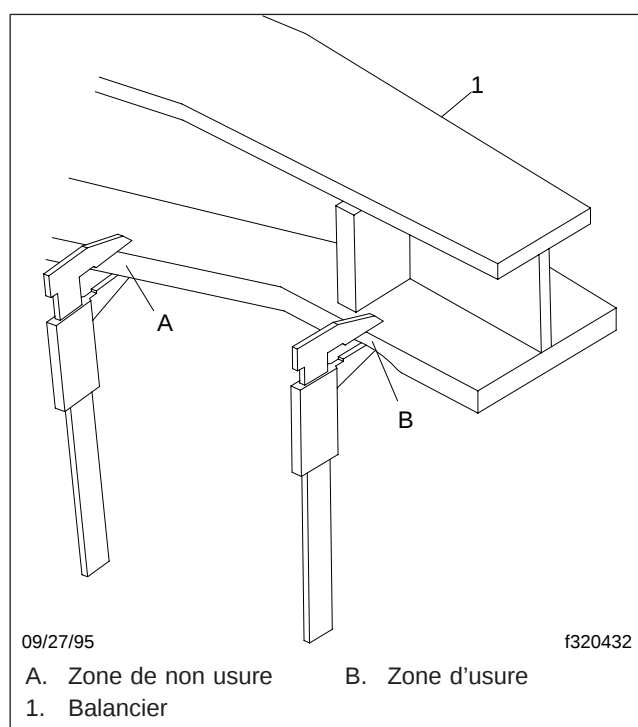

Fig. 7, Épaisseur d'usure de l'extrémité du balancier
5. Manipulez le balancier de sorte à ce qu'un micromètre, un vernier ou un pied à coulisse à cadran soit utilisé pour déterminer l'épaisseur de la surface d'usure sur la face inférieure. Voir la **figure 7**. Les mesures doivent être prises à un
minimum de 13 mm (1/2 po) des bords des ailes du balancier pour éliminer toute usure qu'auraient pu subir les bords. Soustrayez l'épaisseur de la zone d'usure (voir la **figure 7**, référence B) de l'épaisseur de la zone non usée (voir la **figure 7**, référence A) pour déterminer le degré d'usure.